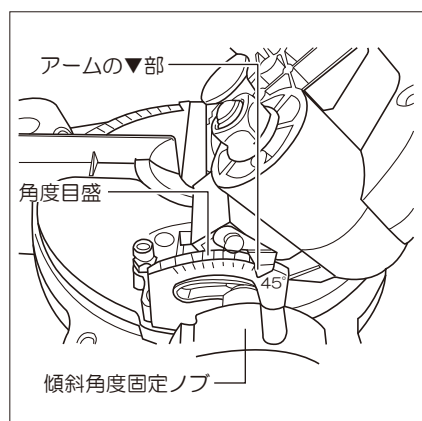

図18
- ②傾斜角度固定ノブをゆるめて、本機を左に傾斜させてください。(図18参照)
- ③アームの▼部と角度目盛45度が一致しているかを確認してください。(図18参照)